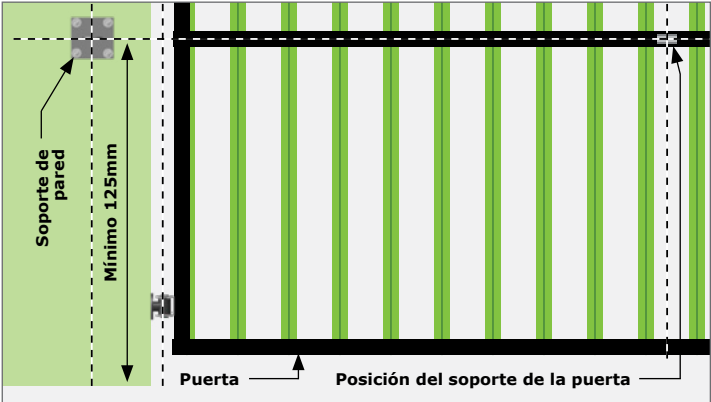

FIGURA 17. ALTURA DEL SOPORTE MURAL
1. Marque la longitud calculada requerida en el soporte de pared teniendo en cuenta el valor B y la forma del pilar según la figura 17 anterior.